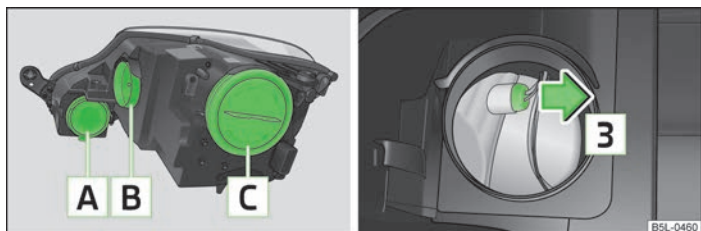

Fig. 167 Faruri față: dispunerea becurilor / demontarea duliei luminii de poziție (far cu xenon)
Prezentare generală a dispunerii becurilor » fig. 167.
- » Scoateți capacul din cauciuc **B** » fig. 167.
- » Scoateți dulia în sensul săgeții **3** » fig. 167.
- > Scoateți capacul din cauciuc **A** » fig. 167 la pagina 208.